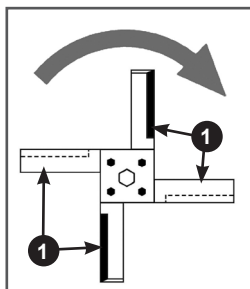

Рис. 13. Расположение ножей на фланцах оси фрезы
Ножи нужно установить на фланцы оси фрезы так, чтобы при вращении фрезы вперед (рычаг переключения передач установлен в положение передач переднего хода) лезвия 1 ножей фрезы врезались в землю (Рис. 13).
9. Установите кронштейн для навесной роторной косилки. Для этого совместите отверстия в кронштейне 2 и основании 3, вставьте болты 1 с шайбами и закрутите гайки 4 (Рис. 13). При установке навесной роторной косилки необходимо ослабить затяжку болтов и гаек и, сдвигая кронштейн влево-вправо, выровнять положение шкива навесной роторной косилки относительно шкива вала двигателя.